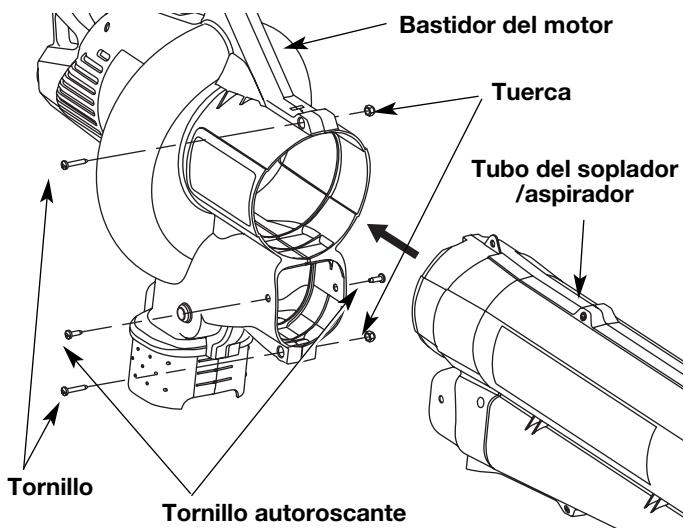

Fig. 1
2. Inserte el tubo del soplador / aspirador hasta el fondo de la abertura del bastidor del motor, hasta que los orificios de las orejetas del tubo del soplador / aspirador se alineen con los orificios de los tornillos del bastidor (Fig. 1).
3. Inserte los 2 (dos) tornillos ranurados 8-32 x 3/4 pulg. T20 Torx en el lado derecho del bastidor del motor y las 2 (dos) tuercas en el lado izquierdo del bastidor del motor (Fig. 1).
5. Instale los 2 (dos) tornillos autoroscantes ranurados 20,3 cm - 16 x 1,9 cm (8-16 x 3/4") T20 Torx restantes en los orificios de cualquiera de los lados del bastidor (Fig. 1). Ajuste hasta que no quede huelego, no los ajuste demasiado.